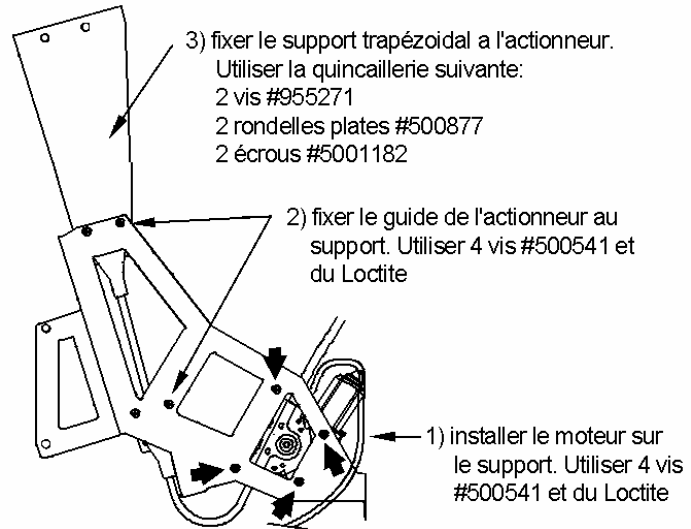

FIGURE 8
9. Procéder à l'assemblage du moteur, de son support et du support trapézoïdal. Suivre les étapes 1 à 3 de la figure 8.